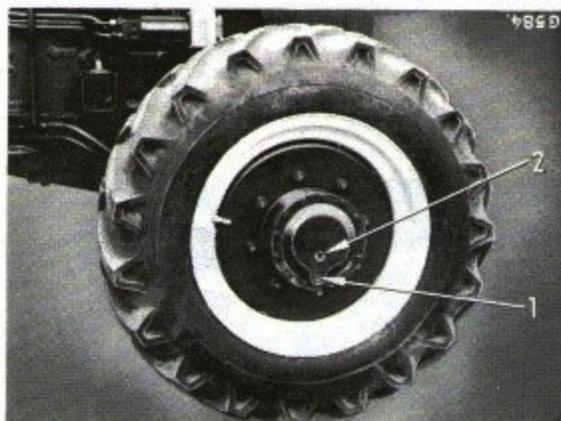

Fig. 79
Lorsque vous vidangez l'huile de l'entraînement final, tournez la roue jusqu'à ce que le bouchon de vidange (1) Fig. 79 soit tout à fait en bas. Retirez les bouchons (1) et (2) et laissez couler l'huile.